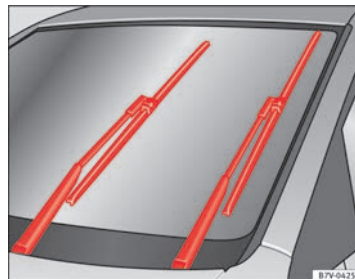

Abb. 137 Scheibenwischer in Servicestellung
- Die Zündung ein- und wieder ausschalten und anschließend (vor Ablauf von ca. 9 Sekunden) den Scheibenwischerhebel auf die Position Tippwischen stellen. Die Scheibenwischer stellen sich in die Servicestellung ⇒ Abb. 137.